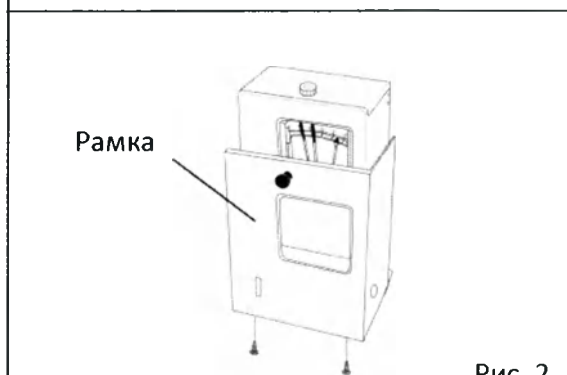

Рис. 2
2. Снимите водонепроницаемую крышку и извлеките стартер лампы (стартер: FG-1P), Рис. 2.
2. Испарительный лоток установлен в задней части. Вытащите зажимы с обеих сторон монтажной пластины, чтобы ослабить монтажную пластину. Извлеките испарительный лоток с монтажной пластиной, как показано на Рис. 2.
4. Закрепите регистратор температуры в рамке крепления регистратора (MPR-S30) в соответствии с инструкцией, прилагаемой к креплению регистратора (Рис. 2).
4. Закрепите регистратор температуры в креплении регистратора (MPR-S7) в соответствии с инструкциями, прилагаемыми к креплению регистратора (Рис. 2).
2. Освободите жгуты от зажима, закрепленного на задней стороне верхней крышки (Рис. 2).